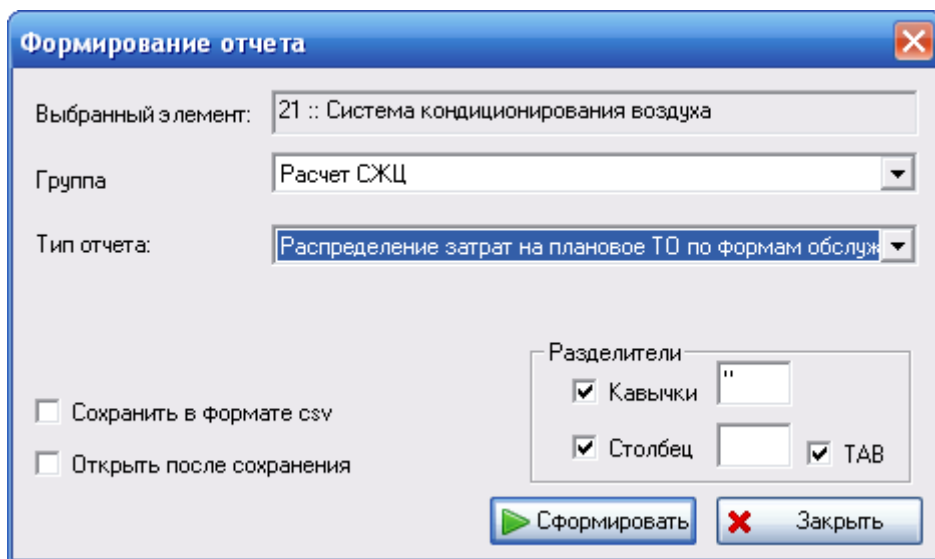

Рис. 8-17
- При выборе остальных типов отчетов окно **Формирование отчета** примет вид, представленный на рис. 8-17. Для этих отчетов необходимо задать следующие параметры: